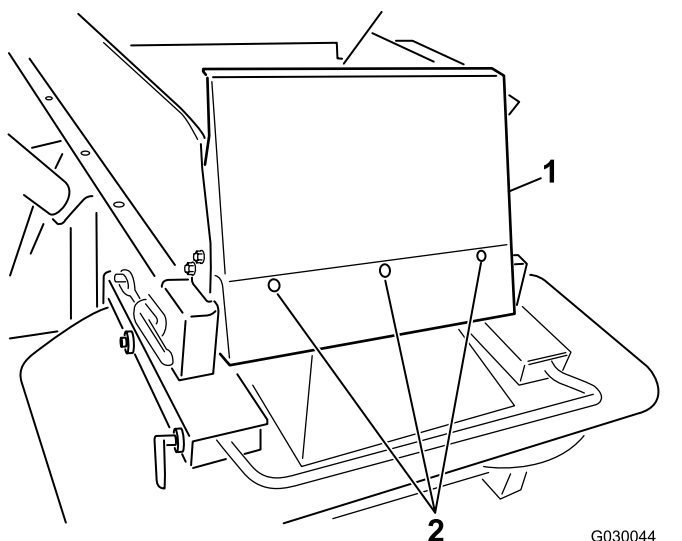

図 7
6. ホッパーガードを取り付ける付属のボタン形ボルト $\frac{1}{4} \times \frac{5}{8}$ インチ とナイロンロックナットを使用する 図 7。